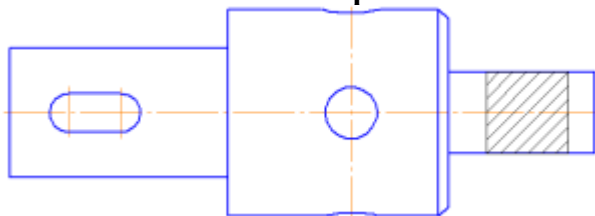

Рисунок 4.3 – Наложенное сечение
2. Постройте наложенное сечение квадратного сечения участка вала. Помним, что **контур наложенного сечения строится тонкой сплошной линией** (Рисунок 4.3).